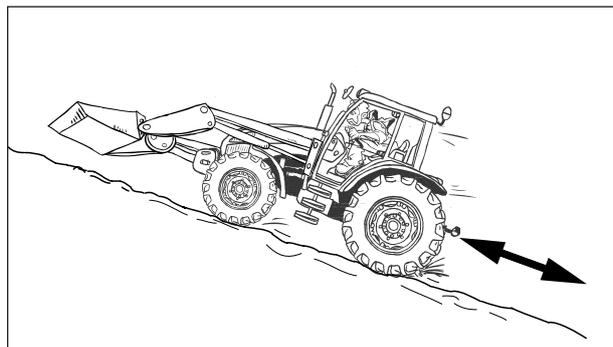

Abb.2-31b
- Ein Traktor mit frontseitiger Last (z.B. Frontlader, Schaufel etc.) ist für die Abfahrt am Hang im Rückwärtsgang und für die Auffahrt im Vorwärtsgang zu fahren. Die Ladeschaufel ist dabei so niedrig wie möglich über dem Boden zu halten. (Abb.2-31b)